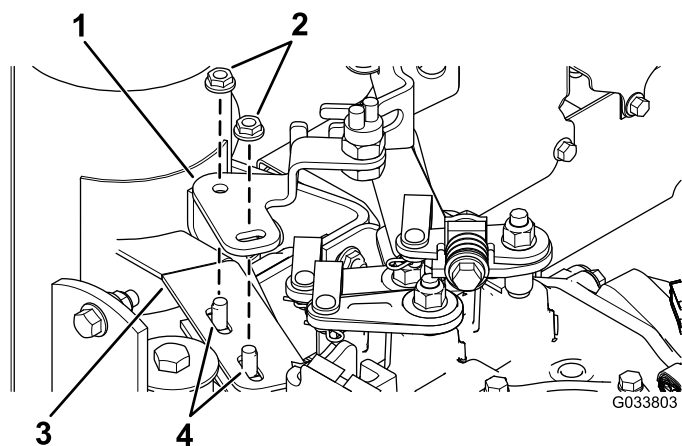

図 4
- ボールスイッチ用ブラケットをマフラーのフレームに取り付けるキャリッジボルト5/16 x 1 インチ2本とロックナット5/16 インチ2個を使用して 図 4 のように取り付ける。